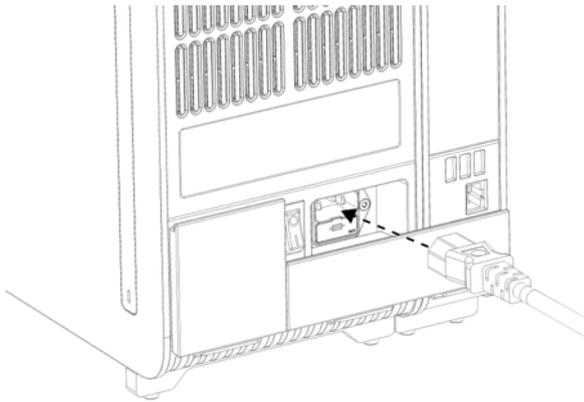

Figura 20. Conexión del cable de alimentación.
- Conecte el cable de alimentación suministrado con el QIAstat-Dx Analyzer 1.0 a la parte posterior del módulo analítico original (figura 20).